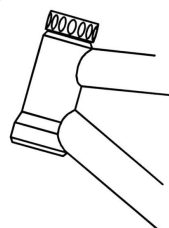

Fig.4
7. Das Gewinde der Schale (**10**) einfetten und in die Mutter (**11**) einschrauben. Loctite™ aushärten lassen (**Fig. 4**).
7. Gewinde der Schale (10) einfetten und die Mutter(11) sichern. Loctite™ aushärten lassen (**Fig.4**)
**ACHTUNG!** Noch nicht das Gewinde der Schale(10) oder der Mutter(11) mit Loctite™ bestreichen!